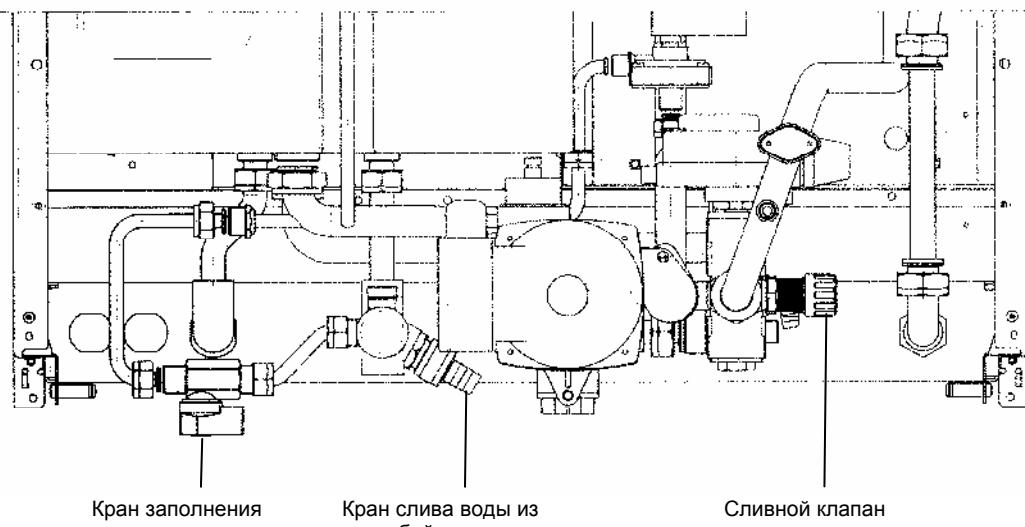

Рис.3
**Важно!** Регулярно проверяйте по манометру (14 - Рис. 17 и 18), чтобы давление находилось в пределах от 0,5 до 1 бар при холодной системе отопления. При превышении давления откройте сливной клапан. Если давление ниже нормы откройте кран заполнения (рис.3).